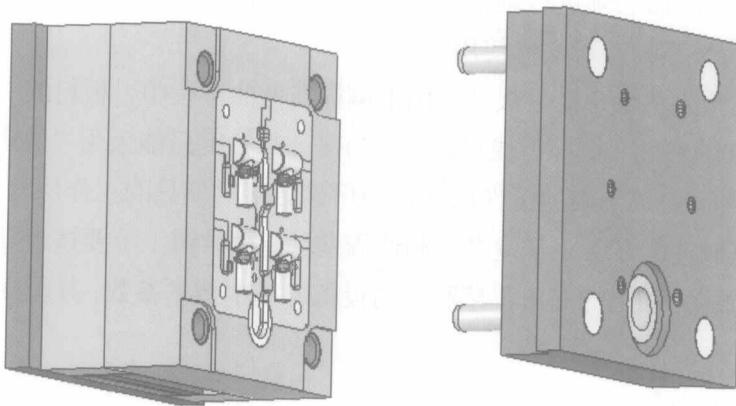

图 1-12 压铸模的结构形式
③ **挤出成形模** 将塑料放入挤出机的加料筒中，通过加热螺杆使塑料软化，在一定压力下挤出成形，然后在较低的温度下冷却定型。
④ **中空吹塑模** 将管状坯料加热后置于模具型腔内，向管状坯料中注入压缩空气，使坯料膨胀贴紧型腔，然后冷却定型得到中空塑件。
2) 压铸模 若模具成形过程为：将熔化成液体的有色金属合金浇入压铸机的加料室中，用压铸机活塞加压，使金属液体经浇注系统压入模具型腔内，从而制成零件。则这一过程使用的模具称为压铸模。图 1-12 所示为压铸模的结构形式。